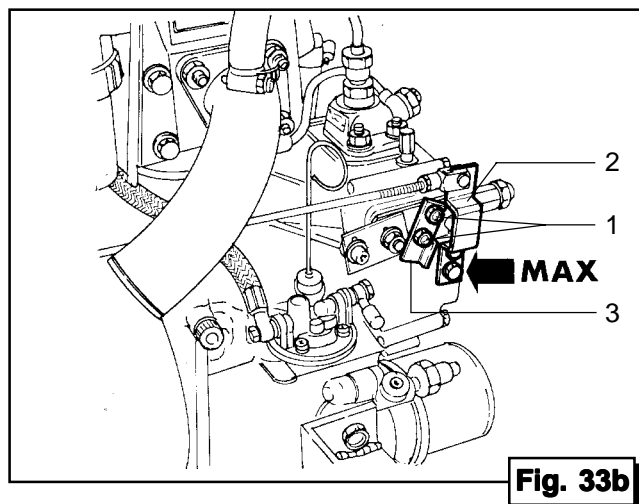

Fig. 33b
### Regolazione finecorsa Stop (Fig. 33b)
- Allentare le viti (Fig. 33b, Rif. 1).
- Ruotare la staffa (Fig. 33b, Rif. 2) fino a raggiungere il punto massimo, tornare indietro di 2-3 mm, accostare la staffa (Fig. 33b, Rif. 3).
- Serrare le viti (Fig. 33b, Rif. 1).
### Stop setting (Fig. 33b)
- Loose off the screws (Fig. 33b, Ref. 1).
- Turn the bracket (Fig. 33b, Ref. 2) until the maximum position is reached, then turn back 2-3 mm and move the bracket (Fig. 33b, Ref. 3) closer.
- Tighten the screws (Fig. 33b, Ref. 1).